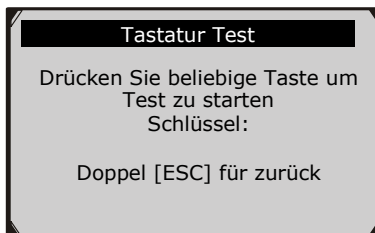

Abbildung 3.10
- 2) Drücken Sie eine beliebige Taste um den Test zu starten. Wenn Sie eine Taste drücken, sollte der Name des Schlüssels auf dem Display angezeigt werden. Wenn der Name des Schlüssels nicht angezeigt wird funktioniert der Schlüssel nicht richtig. (Abbildung 3.10)